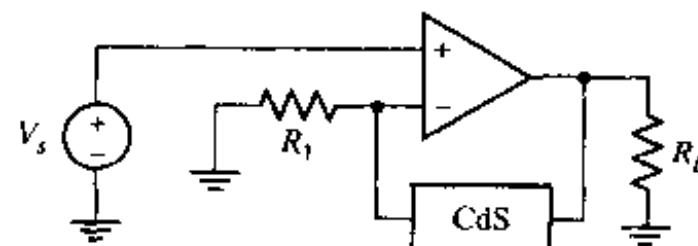

图 6.37
19. 硫化镉(Cadmium sulfide, CdS)通常用来制作一种电阻, 它的阻值取决于它表面的光照强度。图 6.37 中, 采用 CdS 光电池作为反馈电阻 R_f 。在完全黑暗时, 其阻值为 100 kΩ, 在光强为 6 坎德拉时阻值为 10 kΩ。 R_L 代表一个电路, 当其两端电压降至 1.5 V 或者更小时, 该电路被触发。选取 R_1 和 V_s 的值, 使得 R_L 所代表的电路可由 2 坎德拉或更强的光所触发。